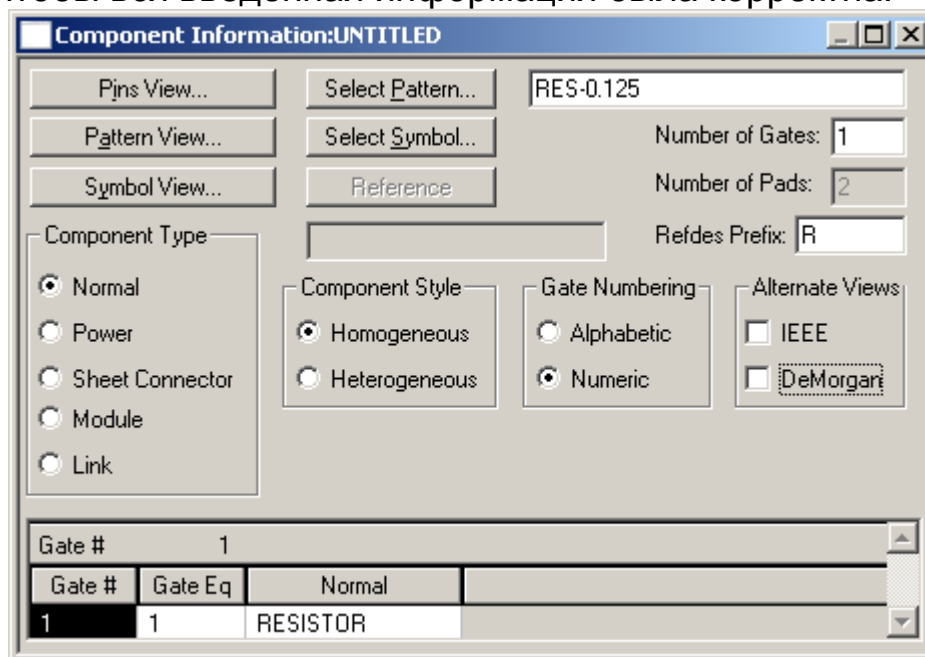

Рис. 5 Окно **Component Information**
- 2.11 Окно ввода информации изображено на рис. 5. Проверьте, чтобы вся введенная информация была корректна.